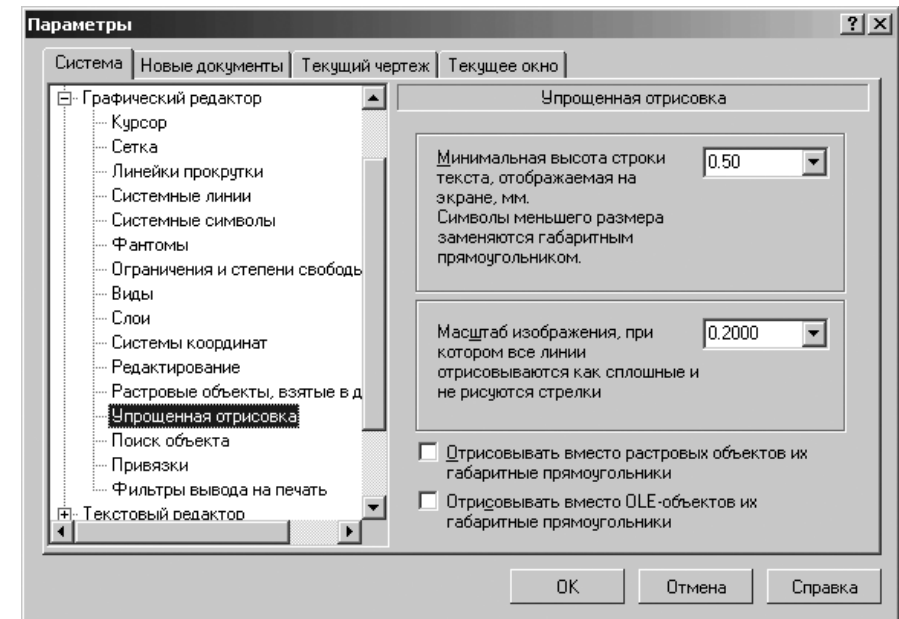

Рис. 9.31. Диалоговое окно **Параметры** с открытой вкладкой **Система** и открытой панелью **Упрощенная отрисовка**
- щелкните по пункту **Упрощенная отрисовка**. Откроется в правой части диалогового окна панель **Упрощенная отрисовка** (рис. 9.31);